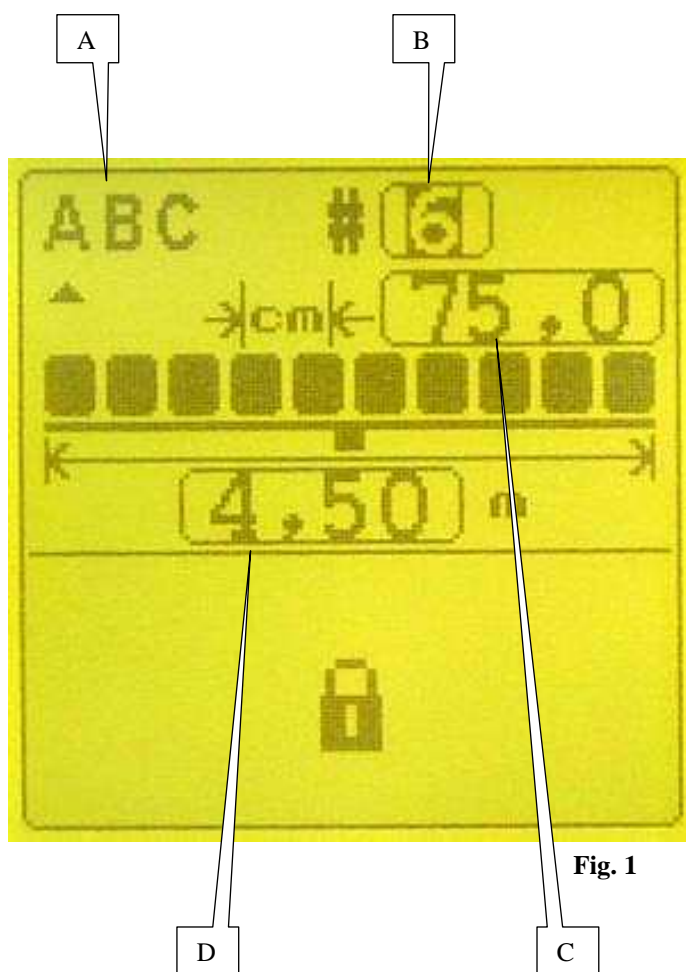

Fig. 1
a) sottoprogramma di configurazione console (Fig. 1)
l'icona e confermare. Verrà visualizzata la schermata (Fig. 1).
l'écran et valider. L'affichage (Fig. 1) apparaît
In programming mode, highlight the screen and confirm. The display (Fig. 1) will appear.
Im Programmiermodus das Bild auswählen und bestätigen. Es erscheint die Anzeige (Abb. 1).